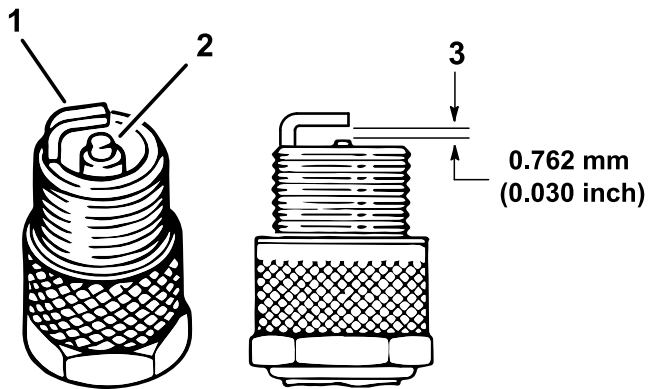

图 40
4. 检查侧电极、中心电极和中心电极绝缘体的状况确保没有任何损坏图 40。
5. 如图 40 所示将中心电极与侧电极之间的空隙设置为 0.76mm。